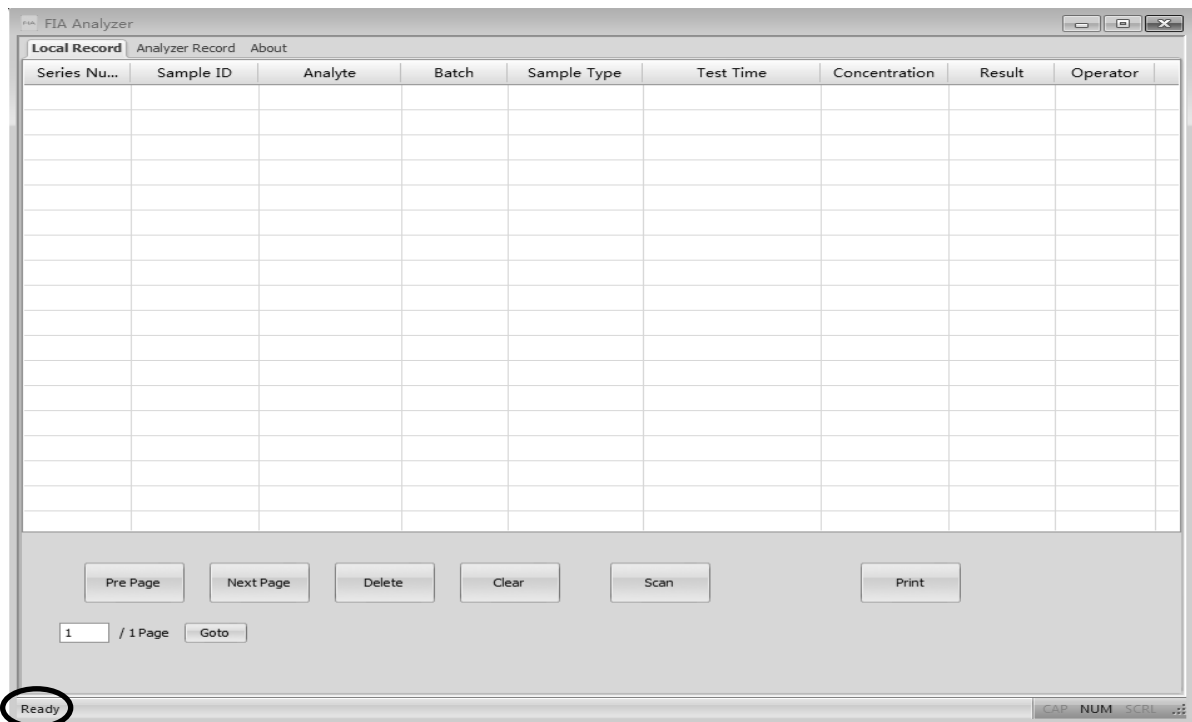

Abb. 40
3. Doppelklicken Sie auf dem Desktop auf das Symbol , um die Homepage der Software zu öffnen (siehe Abb. 40).